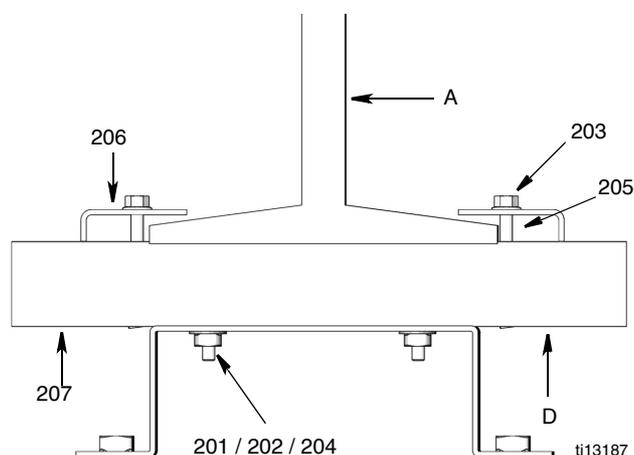

Рис. 9
1. Надежно прикрепите монтажные кронштейны (D) к каналу. Воспользуйтесь двумя монтажными кронштейнами для канала, рассчитанным на 1–3 барабана (103). (Воспользуйтесь 3 кронштейнами для каналов, рассчитанных на 4–6 барабанов).
2. Разместите регулируемые зажимы (206) монтажных кронштейнов над двутавровой балкой (А) и надежно закрепите их (Рис. 9).